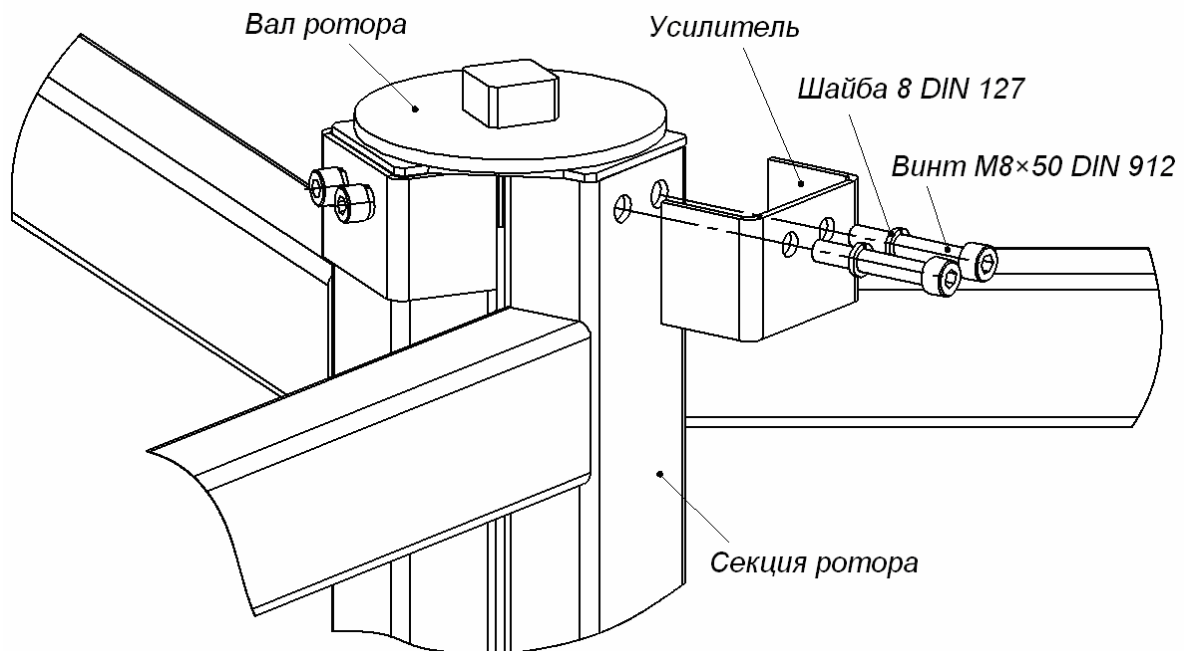

Рисунок 16. Схема усиления ротора
- в верхней части стандартной секции ротора установите усилительный элемент и закрепите секции с помощью двух болтов M8×50 с шайбами пружинными (см. рис. 16);